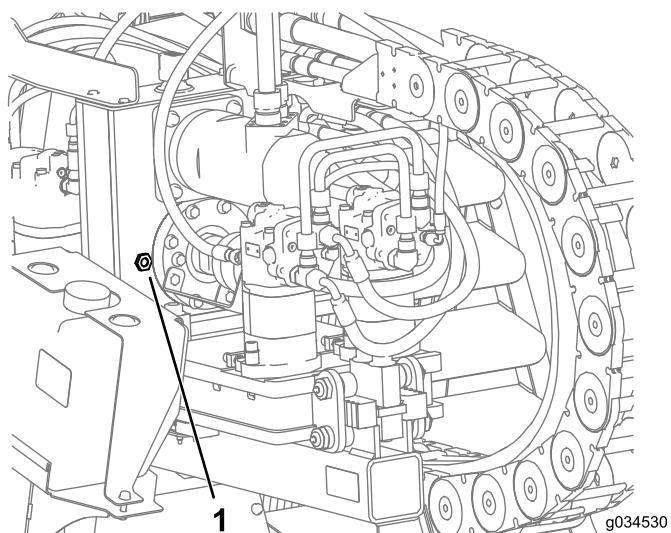

Figura 96
2. Verifique o nível de óleo pelo visor de nível na caixa de transmissão (Figura 96).
3. Remova a tampa do respiro e adicione o óleo na caixa de transmissão até o nível cobrir pelo menos metade do visor de nível (Figura 96).
6. Adicione óleo na caixa de transmissão até ultrapassar a metade do visor de nível (Figura 96).